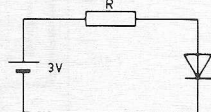
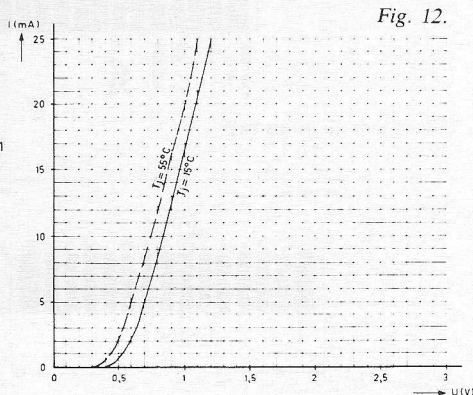

Fig. 11.
Fig. 12.
- Van de diode in fig. 11 zijn bij twee waarden van de sperlaagtemperatuur T_j de karakteristieken weergegeven in fig. 12. De sperlaag mag maximaal een temperatuur van $55^\circ C$ bereiken.